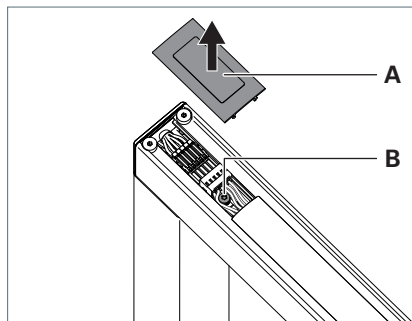

Fig. 6 : Points de contrôle (DGUV V3).
- Retirer le recouvrement **A**, voir Fig. 6.